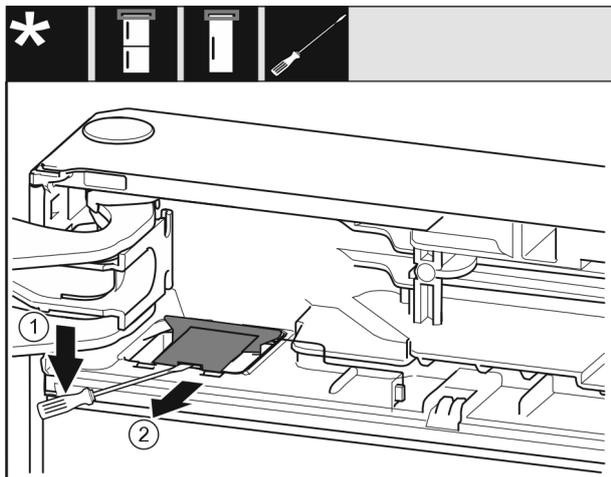

Fig. 10
- ▶ Используя шлицевую отвертку, отцепите крышку Fig. 10 (1).
- ▶ Извлеките крышку Fig. 10 (2).